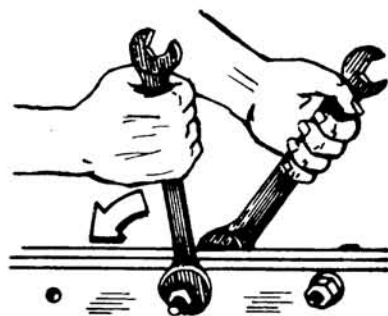

Fig. 1
- 1) En caso de aflojar una tuerca roscada a un tornillo pasante, para evitar que el tornillo gire, sosténgalo con una llave o atornillador (fig. 1).